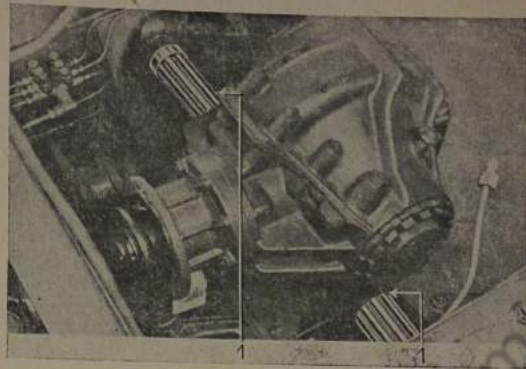

Bild 620: Hinterradantrieb abheben
12. Hinterradantrieb abheben (Bild 620).